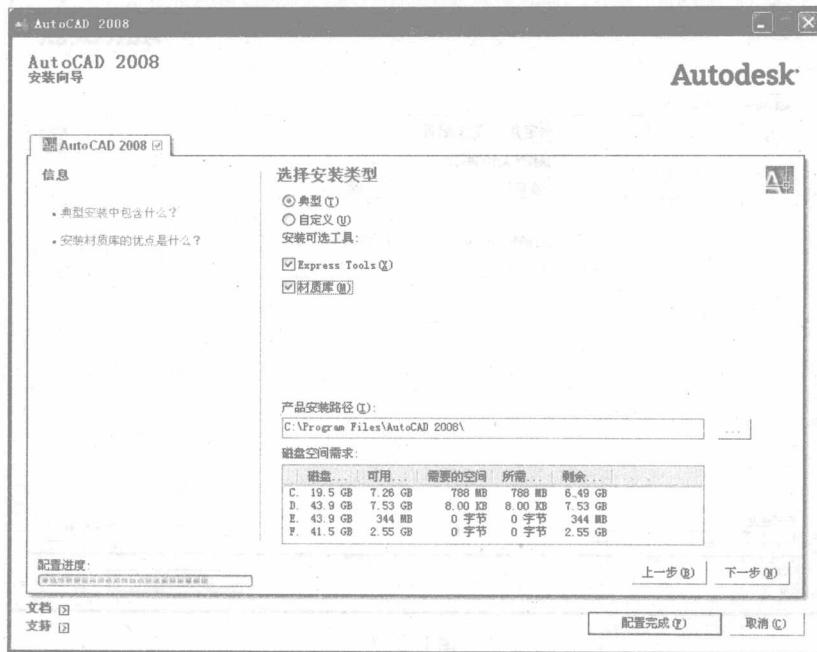

图 1-2-9
(10) 在对话框中，选择安装类型为“典型”，安装可选工具选中“Express Tools”和“材质库”，点击“下一步”按钮，如图 1-2-9 所示。